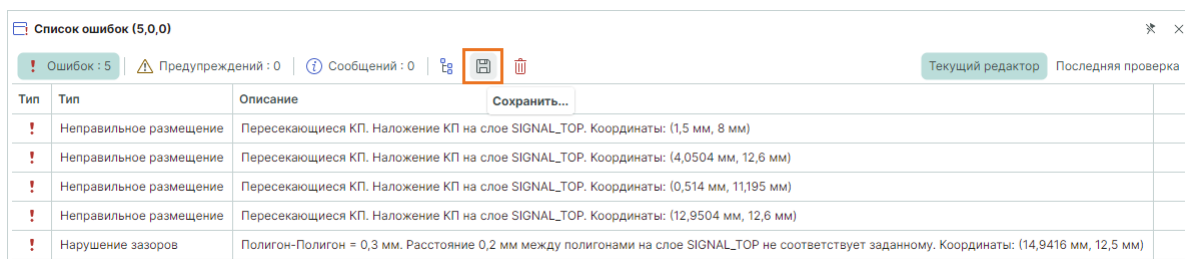

Рис. 514 Переход к выбору директории сохранения
1. Нажмите кнопку «Сохранить», см. Рис. 514.